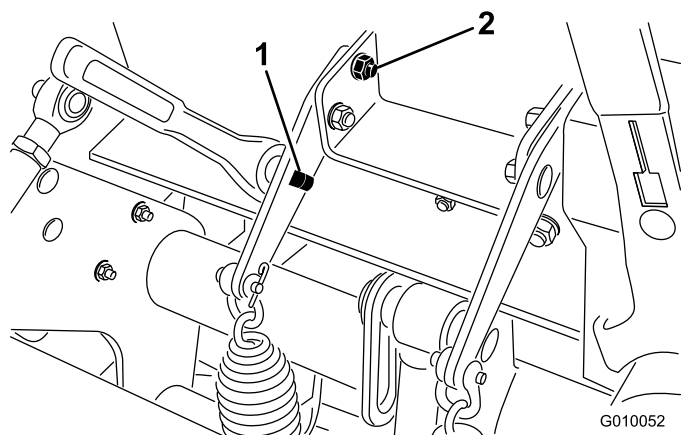

Рисунок 37
2. Вставьте на 1/2 дюйма ключ-трещотку или длинный торцевой ключ в квадратное отверстие планки пружины (Рисунок 37).